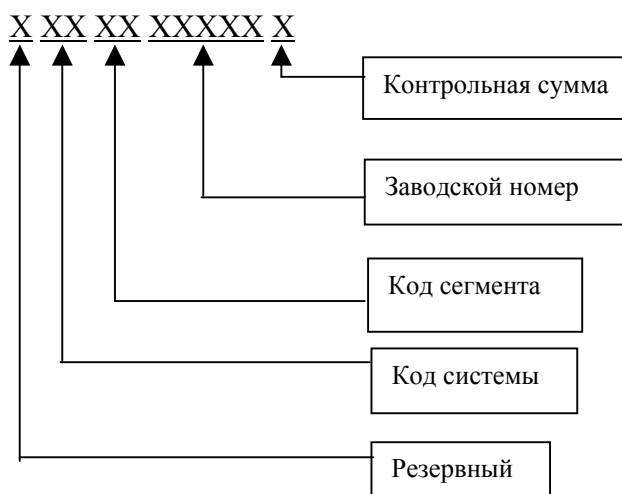

Рисунок 2 – Обозначение декодера на этикетке со штрих – кодом
- этикетка со штрих-кодом обозначения декодера (см. рисунок 2) в символике «Код 39» (ГОСТ 51002-96).